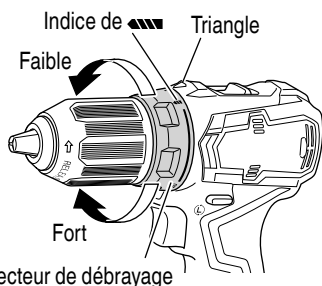

Fig. 11
6. Vérification de la position du sélecteur de débrayage (Voir Fig. 11).
- (2) Indication du couple de serrage (Voir la Fig. 11)
- (3) Réglage du couple de serrage (Voir Fig. 11)